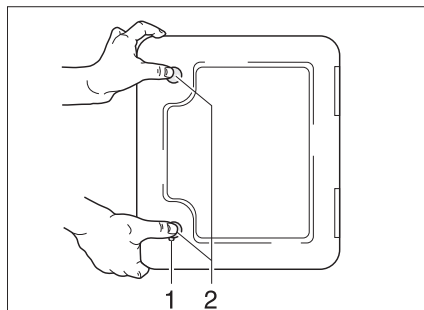

Fig. 159 Portillon pour la toilette à cassette
- Ouvrir le portillon pour la cassette à l'extérieur du véhicule. Insérer pour cela la clé dans le barillet du verrou à pression (Fig. 159,1) et la tourner d'un quart de tour.
- Appuyer du pouce et simultanément sur les deux verrous de pression (Fig. 159,2) et ouvrir le portillon pour la cassette.